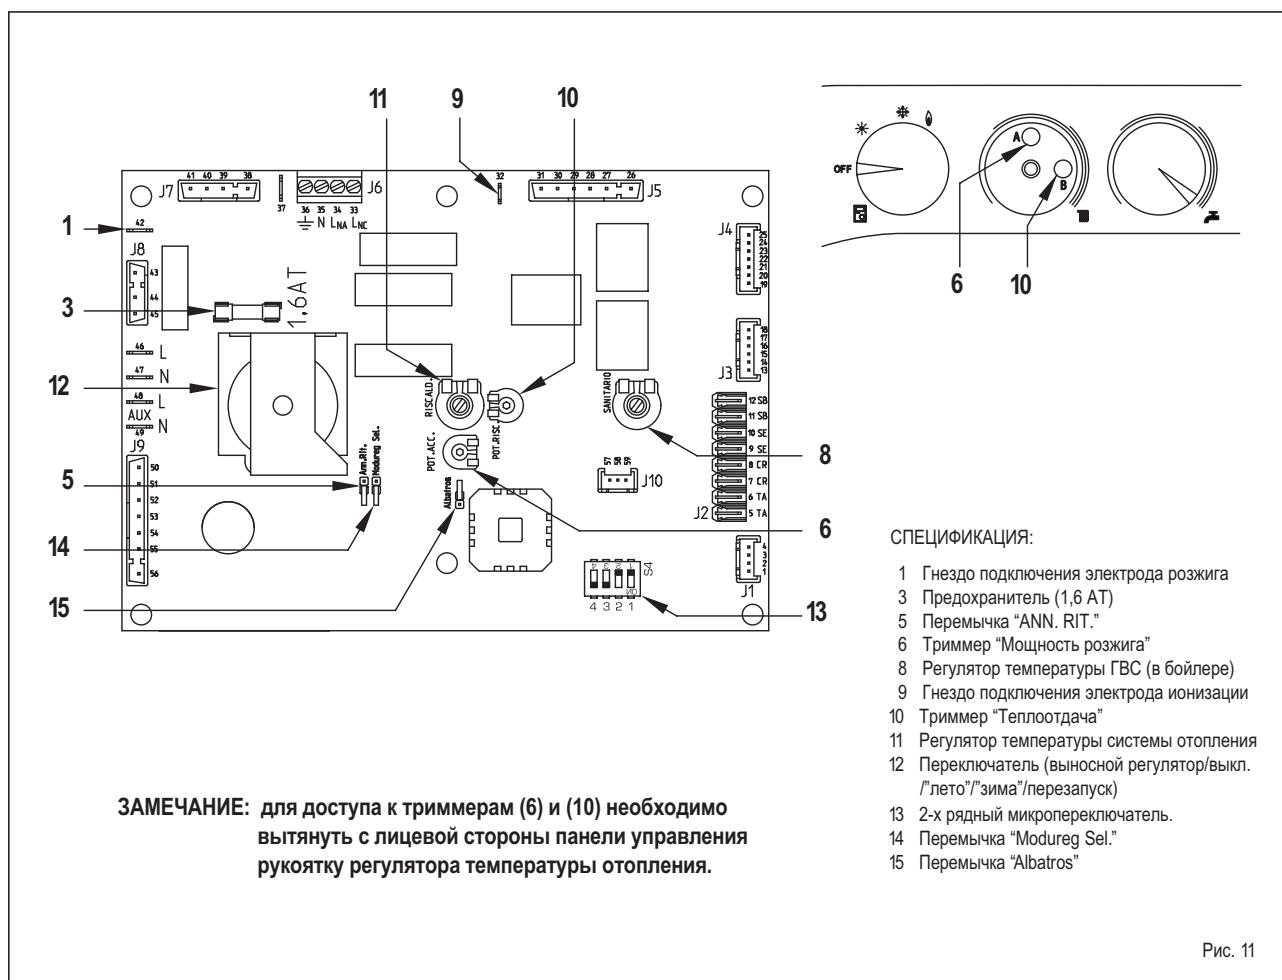

Рис. 11
- Триммер "ТЕПЛООТДАЧА" (10, рис. 11)
(6, рис. 11)
(5, рис. 11)
(13, рис. 11)
(14, рис. 11)
(15, рис. 11)
Если есть необходимость настроить теплоотдачу котла на отличную от заводских 58 кВт, используйте для этого триммер теплоотдачи (10 рис. 11) и отвертку. Для увеличения теплоотдачи вращайте